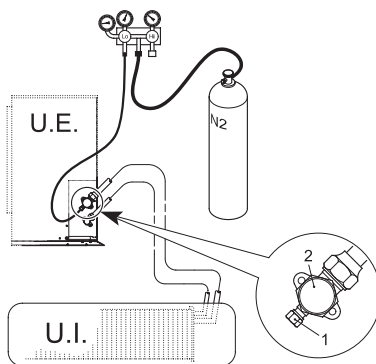

fig. 21 -
- Con las válvulas de servicio de la unidad exterior totalmente cerradas, quite el tapón de la toma de servicio (part 1 - "fig. 21 -") y el racor (part 2 - "fig. 21 -") de la válvula del gas (la más grande).